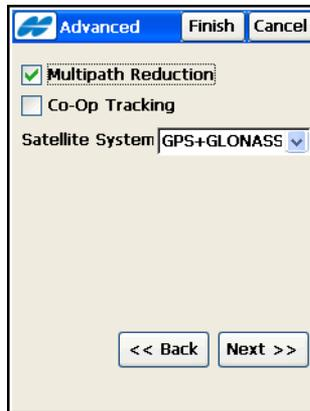

Abbildung 4-66. Opt.: Extras
5. Legen Sie die erweiterten Parameter für die Messung fest (Abbildung 4-66 auf Seite 4-55) und tippen Sie auf **Weiter**: